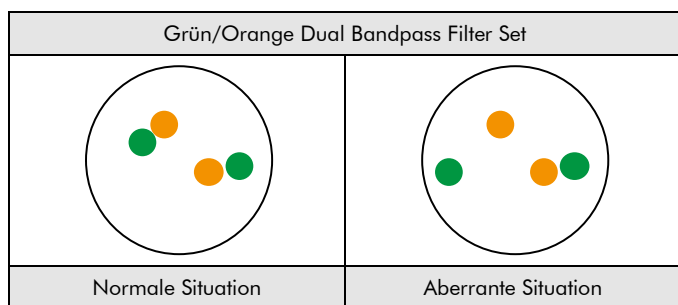

Abb. 2: Zu erwartende Ergebnisse in normalen und aberranten Zellkernen
**Normale Situation:** In Interphasen von normalen Zellen oder Zellen ohne eine Translokation der MYC-Genregion erscheinen zwei grün/orange Fusionsignale (siehe Abb. 2).
**Aberrante Situation:** Eine von einer Translokation betroffene MYC-Genregion wird durch ein separates grünes Signal und ein separates oranges Signal gekennzeichnet (siehe Abb. 2).